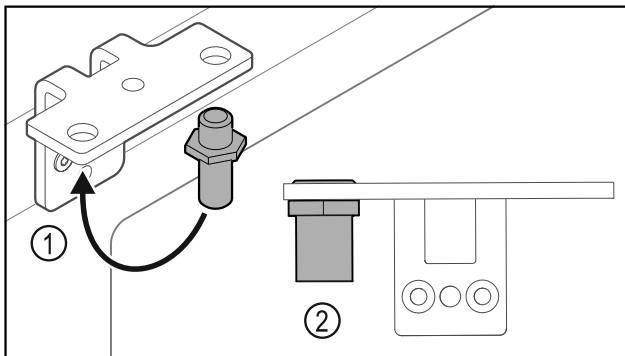

Fig. 29
- ▶ Perkelkite kaištį Fig. 29 (1) šarnyriniame kampuočiuje.
- ▶ Priveržkite kaištį Fig. 29 (2) **12 Nm** sukimo momentu.